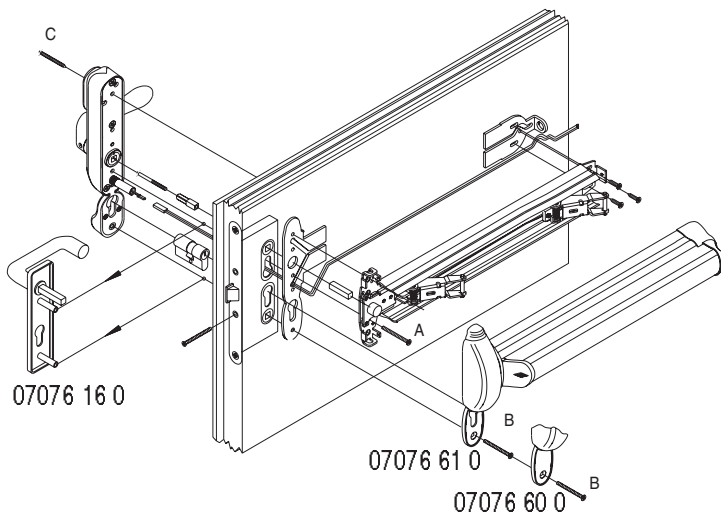
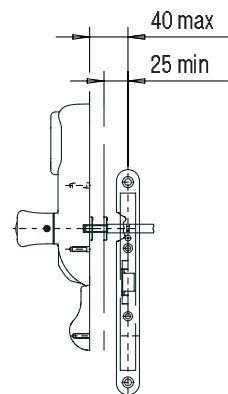

FIG. 1
FIG. 2
**PREDISPOSIZIONE DELLA PORTA TAGLIAFUOCO PER IL MONTAGGIO CON ELETTROMANIGLIA VERSIONE INFILARE art. 1.07074.70.0 con interasse 72 mm. (Fig. 1 - Fig. 2)**
**PREPARATION DE LA PORTE COUPE-FEU POUR LE MONTAGE AVEC POIGNEE ELECTRIQUE VERSION A ENFILER art. 1.07074.70.0 avec entraxe 72 mm. (Fig. 1 - Fig. 2)**
**VORBEREITUNG DER BRANDSCHUTZTÜR FÜR DIE MONTAGE EINES ELEKTRODRÜCKERS IN EINSTECKAUSFÜHRUNG Art. 1.07074.70.0 mit Dornmaß 72 mm. (Abb. 1 - Abb. 2)**
**PRE-SETTING A FIRE DOOR FOR INSTALLATION OF A MORTISE VERSION ELECTRIC HANDLE item 1.07074.70.0 with center distance 72 mm (Fig. 1- Fig. 2)**
**PREPARACIÓN DE LA PUERTA CORTAFUEGOS PARA MONTAJE CON ELECTROMANILLA VERSIÓN EMBUTIDA Art. 1.07074.70.0, con distancia entre ejes de 72 mm (Fig. 1 - Fig. 2)**
**VOORBEREIDING VAN DE BRANDDEUR OP MONTAGE VAN ELEKTRISCHE HANDGREEP VOOR INSTEKMONTAGE art. 1.07074.70.0 met hartafstand van 72 mm. (Fig. 1 - Fig. 2)**